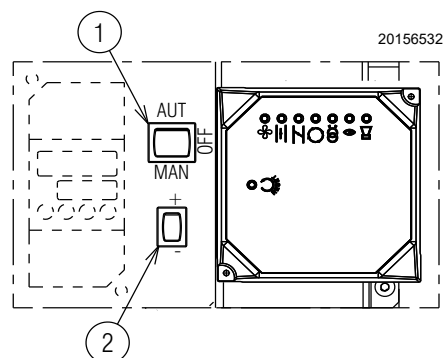

Abb. 30
Den Wahlschalter 1)(Abb. 30) auf "MAN" stellen.
- stellen Sie den Schalter 1) aus Abb. 30 auf "OFF" und warten Sie, bis das Steuergerät die Abschaltphase ausführt;
Die Einstellung der Luft erfolgt durch Verändern des Winkels des Nockens III) (Abb. 29 auf S. 27) und mithilfe des Wahlschalters 2)(Abb. 30 auf S. 28). Für die Einstellung des Nockens des Stellantriebs siehe Abb. 33-A).
In der vorhergehenden Beschreibung lief der Brenner auf Mindestleistung. Drücken Sie nun die Taste 2)(Abb. 30 auf S. 28) "Erhöhen der Leistung" und halten Sie die Taste gedrückt, bis der Stellantrieb die Luftklappe und die Gasdrossel geöffnet hat.
Die Einstellung der Luft erfolgt durch Verändern des Winkels des Nockens I) (Abb. 29 auf S. 27) und mithilfe des Wahlschalters 2)(Abb. 30 auf S. 28). Für die Einstellung des Nockens des Stellantriebs siehe Abb. 33 A).
Drücken Sie die Taste 2)(Abb. 30 auf S. 28) "Verringern der Leistung" und halten Sie sie gedrückt, bis der Stellantrieb (Abb. 33-B) die werkseitige Einstellung erreicht hat: Siehe Tab. K auf S. 27 und stellen Sie in Folge die Luftklappe 5) und die Gasdrossel 4)(Abb. 32 auf S. 29) ein.
Die Einstellung der Luft erfolgt durch Verändern des Winkels des Nockens III) des Stellantriebs (Abb. 29 auf S. 27) und mithilfe des Wahlschalters 2)(Abb. 30 auf S. 28). Für die Einstellung des Nockens des Stellantriebs siehe Abb. 33 auf S. 29-A).
Nach erfolgter Einstellung der Höchst- und Mindestleistung des Brenners ist die Gaseinstellung auf mehreren Zwischenpositionen des Stellantriebs vorzunehmen. Den Übergang von einer Position zur nächsten erhält man, indem die Taste 2) am Zeichen (+) oder (-) gedrückt bleibt (Abb. 30 auf S. 28). Üben Sie leichten Druck auf die Taste 2)(Abb. 30 auf S. 28) "Erhöhen der Leistung" in der Weise aus, dass der Stellantrieb eine Drehung von ca. 20° vornimmt, siehe Skalenindex des Stellantriebs Abb. 33 B) und Skalenindex der Luftklappen 5)(Abb. 32 auf S. 29).
Schalten Sie den Brenner über den Schalter 1)(Abb. 30 auf S. 28) ab, OFF-Stellung, entriegeln Sie den mechanischen Nocken 1)(Abb. 32 auf S. 29) um die Zahnräder des Stellantriebs zu trennen, drücken und verschieben Sie dazu die Taste 3)(Abb. 33-D) und prüfen Sie mehrmals durch manuelles Drehen des mechanischen Nockens 1)(Abb. 32 auf S. 29) nach vor und zurück, ob die Bewegung sanft und reibungsfrei abläuft.